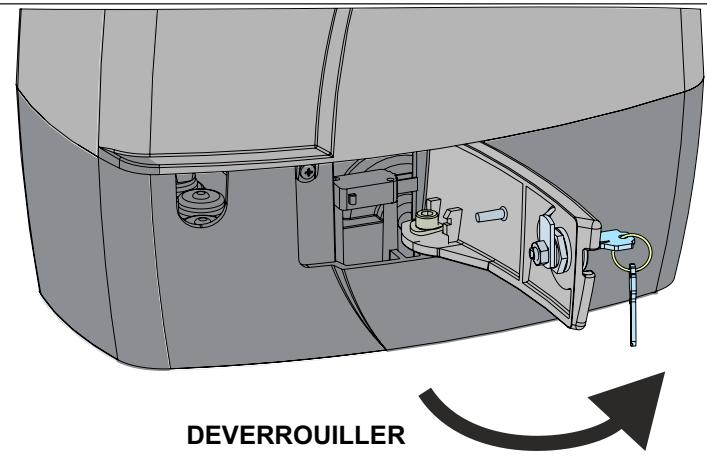

Fig. 25
- Tirer le levier de déverrouillage jusqu'à la butée, 90° environ - Fig. 25